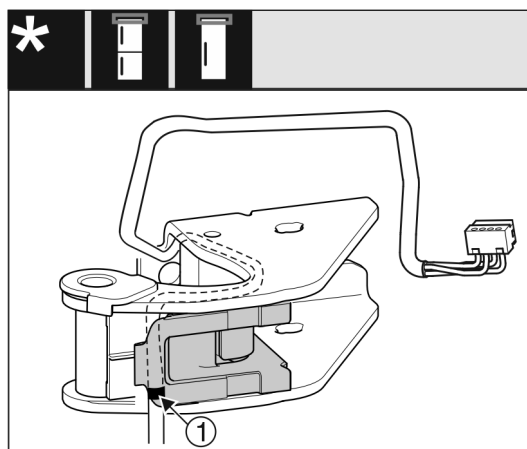

Fig. 28
- ▶ A középső jelölésnek ekkor a vezeték tartójának szélénél kell lennie Fig. 28 (1).